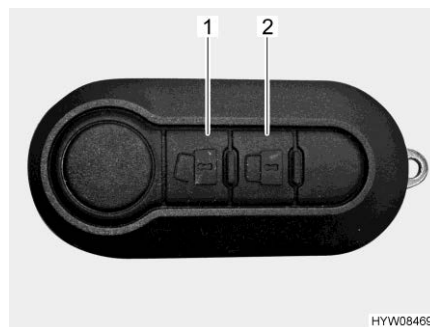

Fig. 52 Mando a distancia del cierre centralizado (2 teclas)
- Desbloquear puertas: ■ Pulsar la tecla  (Fig. 52,1) una vez brevemente. Las cerraduras de las puertas estarán desbloqueadas.
- Bloquear puertas: ■ Pulsar la tecla  (Fig. 52,2) una vez brevemente. Las cerraduras de las puertas estarán bloqueadas.